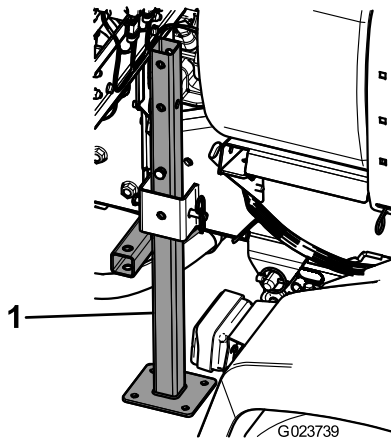

Figura 51
3. Inserite i cavalletti metallici posteriori dal basso verso l'alto nel telaio vicino ai punti di ancoraggio posteriori (Figura 51).